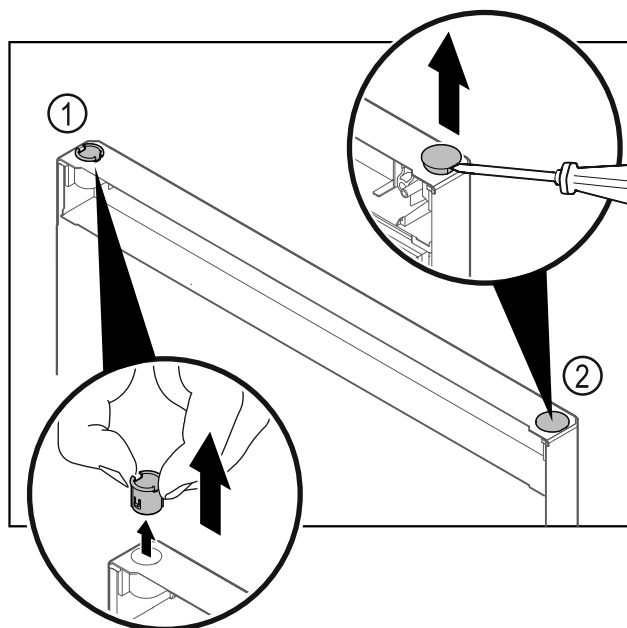

Fig. 42 Porte de la partie congélateur
- Retirer la bague Fig. 42 (1) avec les doigts.
- Soulever délicatement le bouchon Fig. 42 (2) avec un tournevis plat et le retirer.